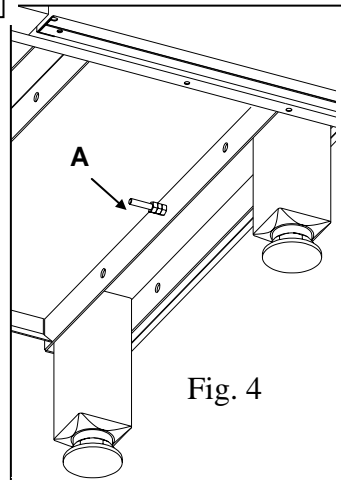

Fig. 4
- (FR)** Raccorder la borne d'équipotentialité A (fig. 4).
- (GB)** Connect the equipotential bonding A terminal (Figure 4).
- (NL)** Sluit de equipotentiaalklem A aan (fig. 4).